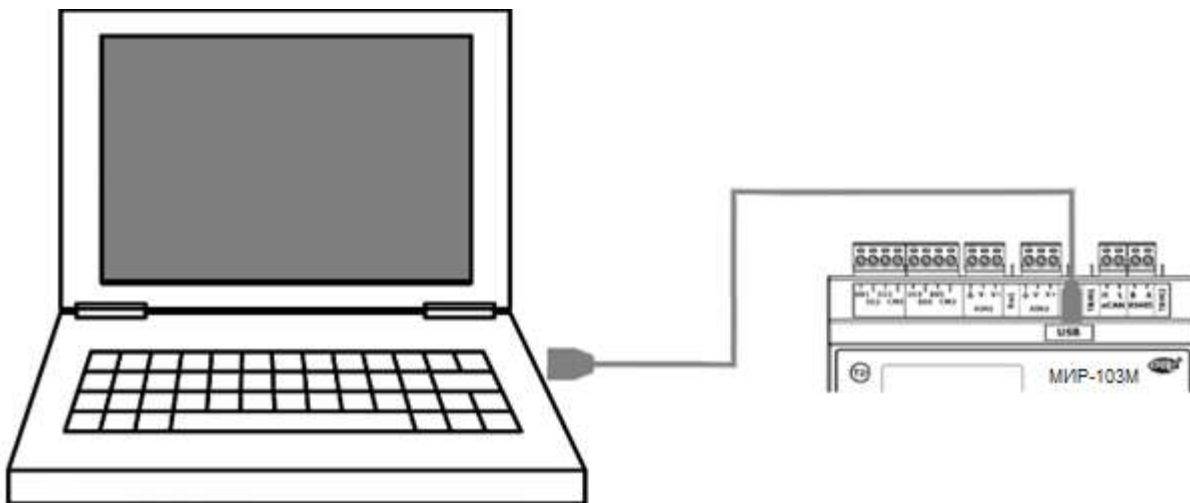

Рисунок 2 – Подключение МИР-103М к ПК
1. Подключить МИР-103М к ПК с помощью mini-USB-кабеля (см. рисунок 2).